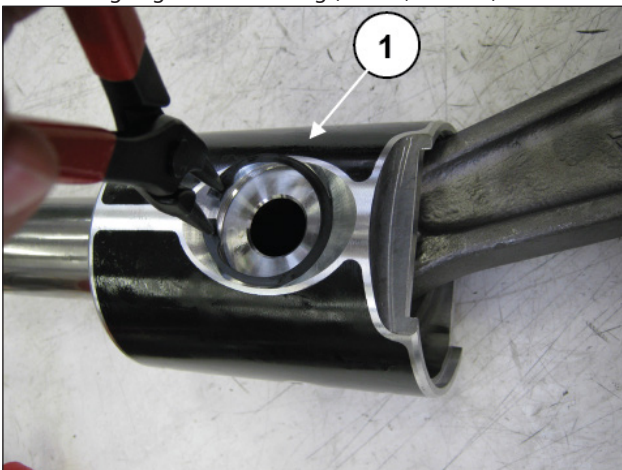

Abb. 43
Entfernen Sie die zwei Seegerringe zur Sicherung des Bolzens mit einem geeigneten Werkzeug (Pos. ①, Abb. 43).